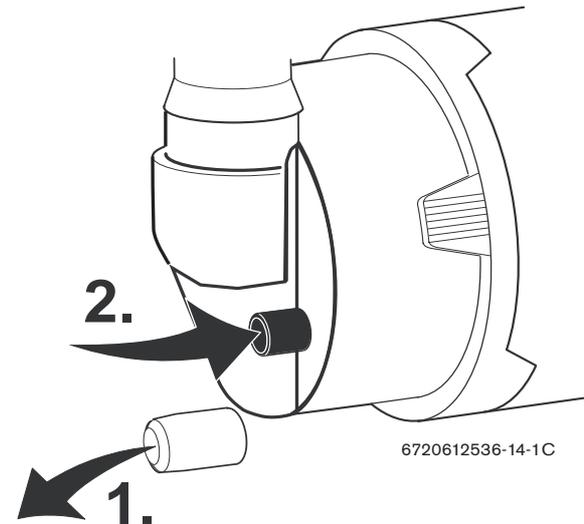

Fig. 28
- ▶ Mesurer la pression au mélangeur (voir Fig. 28). Si la pression est inférieure à 4,4 mbar, le corps de chauffe doit être nettoyé.